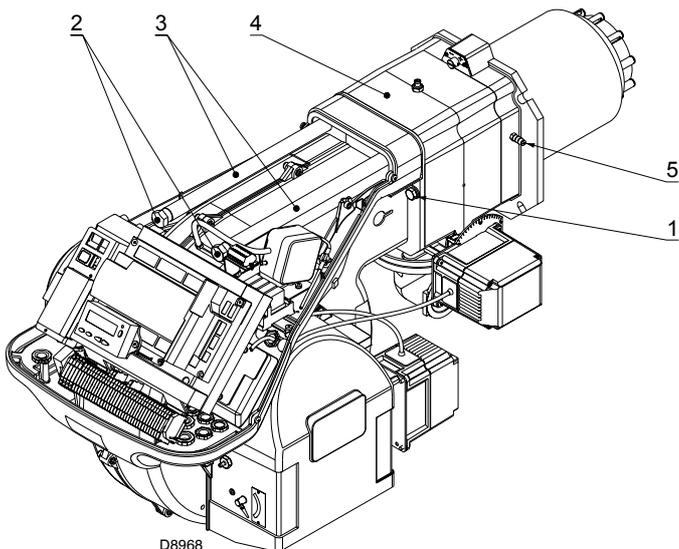

Abb. 18
- Fügen Sie das Kabel des Fühlers und der Elektrode ein und verschieben Sie den Brenner bis zur Muffe, so dass er sich in der von Abb. 18 gezeigten Position befindet;